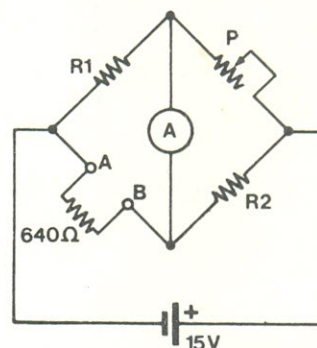

FIGURA 7
3) — Na ponte de Wheatstone da figura 7, o resistor externo tem o valor de 640 ohms, lido na escala do potenciômetro. O potenciômetro, por sua vez, está ajustado no valor de 10 ohms. Temos que saber o valor dos dois resistores de medida (R1 e R2). A única informação que temos sobre eles é que ambos tem o mesmo valor.